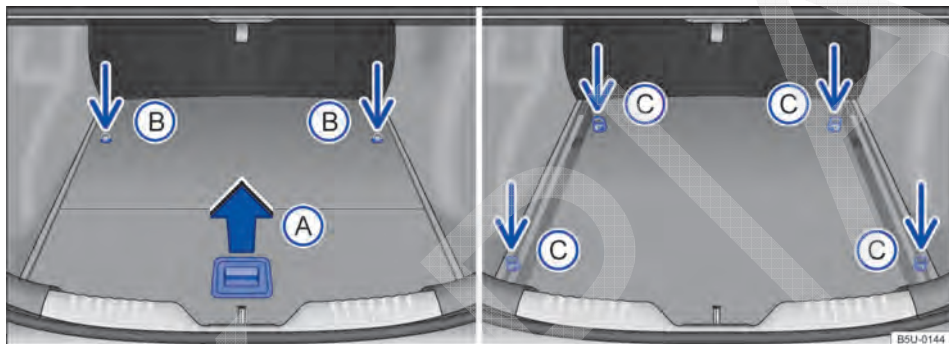
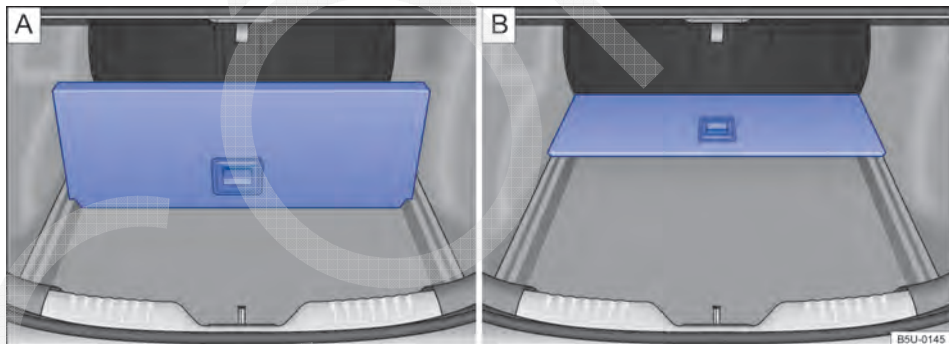

Fig. 77 No compartimento de bagagem: abertura e remoção do porta-objetos.
Fig. 78 No compartimento de bagagem: utilização do porta-objetos.
- Para *abrir*, puxar a alça → Fig. 77 (A) para cima e deslizar a tampa para o interior do veículo. A tampa do porta-objetos pode ser aberta parcialmente até a posição → Fig. 78 (A) ou totalmente até a posição → Fig. 78 (B). A tampa do porta-objetos é articulada com duas dobradiças para facilitar o manuseio.
- Para *fechar*, puxar a tampa pela alça (A) e deslizá-la na direção da tampa do compartimento de bagagem.
- Para remover a tampa, soltar os parafusos de fixação → Fig. 77 (B).
- Soltar os parafusos de fixação → Fig. 77 (C) para remover as barras laterais do porta-objetos, uma de cada vez. Existem dois parafusos por dentro do porta-objetos e dois parafusos por fora do porta-objetos.